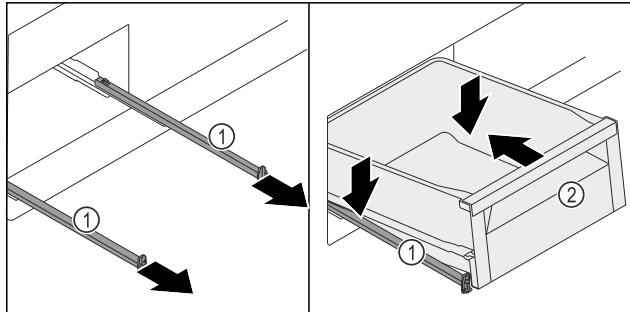

Fig. 124
- 拉出轨道 Fig. 124 (1)。
- 固定轨道 Fig. 124 (1)，将抽屉 Fig. 124 (2) 从上方斜着放到轨道 Fig. 124 (1) 上。
- 将抽屉 Fig. 124 (2) 向下推到轨道 Fig. 124 (1) 上，直至止挡。